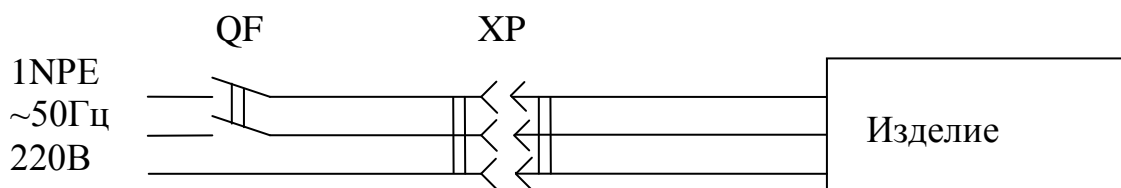

Рис.1. Схема подключения изделия к электросети
6.4. Изделие должно подключаться к питающей электрической линии (рис.1) через автоматический выключатель электромагнитной защиты с номиналом установки по току 6,3А для ВХС и ВХСн и на 10А для ВХН.